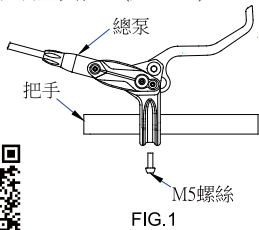

FIG.1
- 2-1 將總泵M5螺絲鎖附於把手上，調整至適當角度及位置後，以4~6Nm(35~53 in.lbs)扭力鎖緊(如FIG.1)。